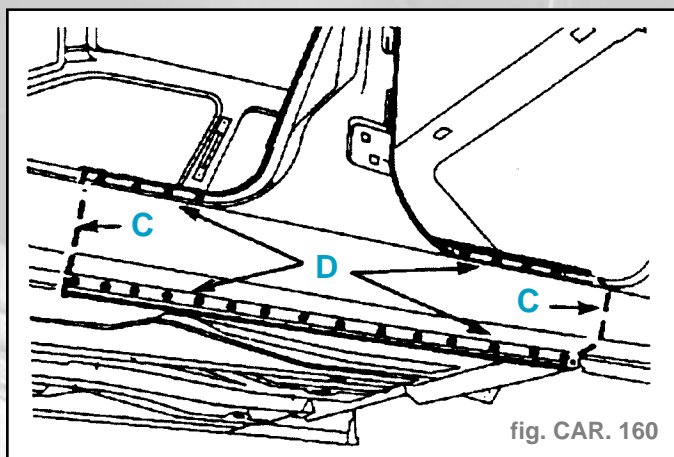

fig. CAR. 160
- Souder par cordons successifs au MIG (suivant C) (fig. CAR. 160).